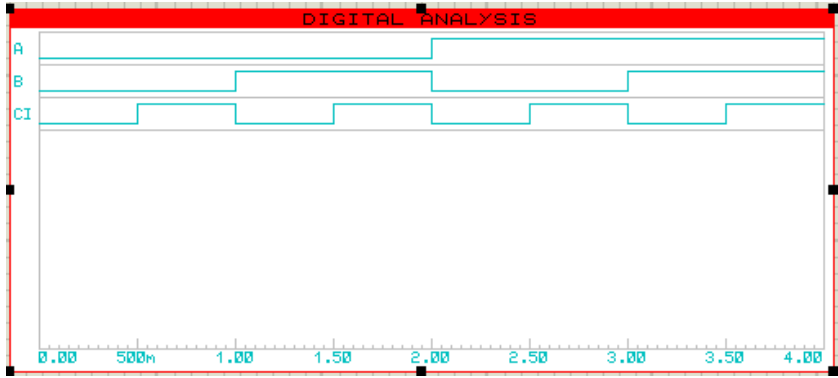

图 7 数字分析图表
(8) 放置输入源。在输入端放置激励源。输入端放置 DCLOCK 型激励源。双击打开其编辑框，对其参数值进行修改。本实验中，输入 A 的周期设置为 4s，输入 B 的周期设置为 2s，输入 CI 的周期设置为 1s。
(9) 放置探针。因为需要分析 S 和 CO 输出信号情况，所以要放置两个探针在输出端。单击工具栏中的探针按钮 ，在输出端放置电压探针 VOLTAGE。激励源发生器自带一个探针，所以输入端不需要额外添加探针。为了分析方便起见，右击探针打开编辑对话框，可在编辑框中对探针名称进行编辑。
(10) 单击工具箱中的图表仿真按钮  进入图表模式，在对象选择器出现的图表列表中选择数字分析图表 DIGITAL，鼠标指向编辑窗口，按下左键拖出一个方框，松开左键确定方框大小，将数字分析图表加载在原理编辑图中。
(11) 添加探针到图表。选中图标，单击右键，选择“Add Traces...”，在“Probe P1”的下拉菜单中选择 A，点击 OK，然后重复步骤分别添加 B、CI、S 和 CO，如图 7 所示为添加完 A、B、CI 的结果。